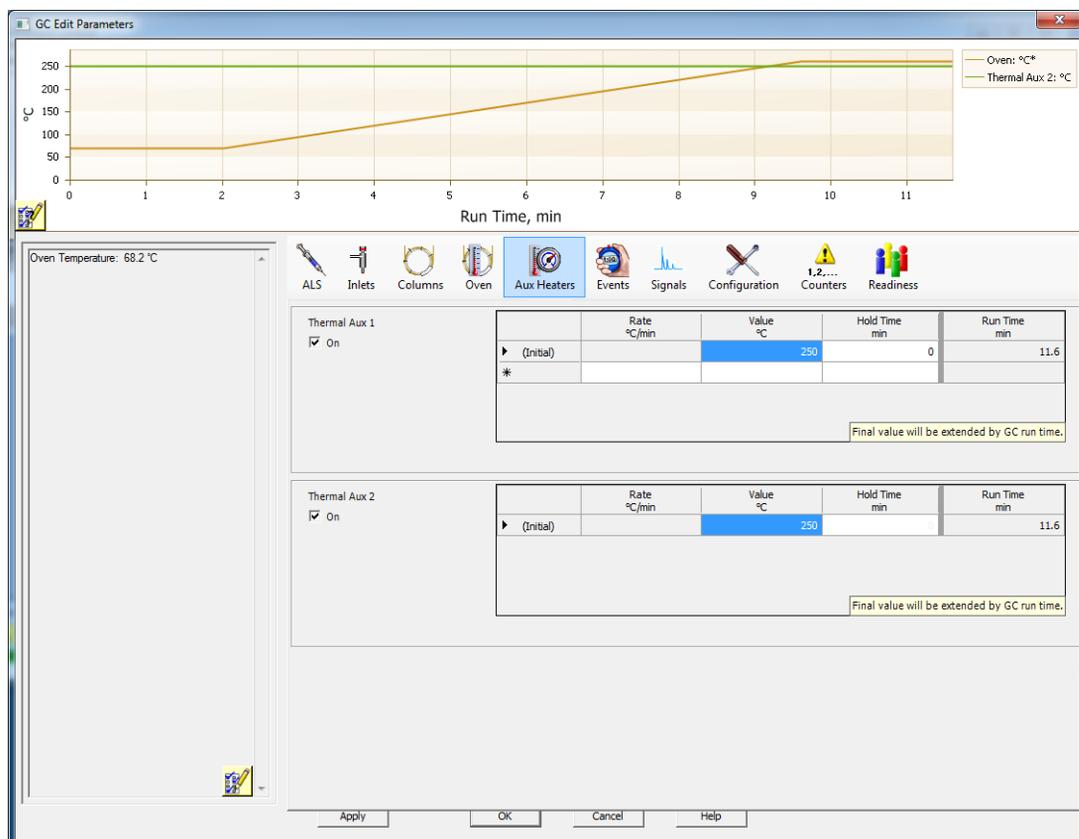

図 20 インターフェイス温度の設定
- 3 [Aux] アイコンをクリックしてインターフェイス温度を編集します (図 20)。